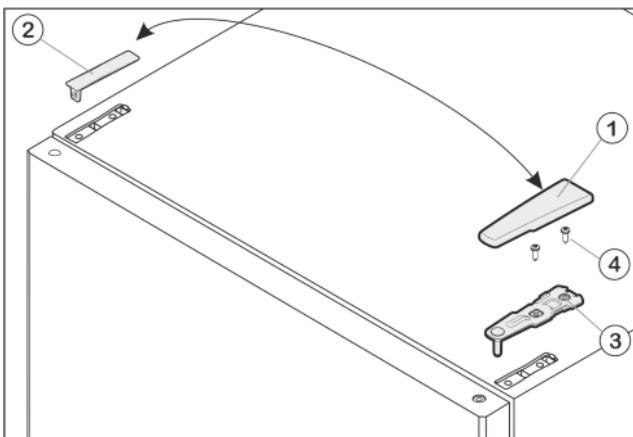

Fig. 6
- ▶ Kryt Fig. 6 (1) stáhněte dopředu a nahoru.
- ▶ Kryt Fig. 6 (2) zvedněte.
- ▶ Horní stojan ložiska Fig. 6 (3) odšroubujte (2 krát Torx® 25) Fig. 6 (4) a stáhněte nahoru.
- ▶ Horní stojan ložiska Fig. 6 (3) vložte na nové straně závěsu do dvířek.
- ▶ Horní stojan ložiska přišroubujte (s 4 Nm) (2krát Torx® 25) Fig. 6 (4). Díry pro šrouby případně předem propíchněte nebo použijte akumulátorový šroubovák.
- ▶ Kryt Fig. 6 (1) a kryt Fig. 6 (2) vždy na opačné straně zvenku nasadte a zaklesněte.